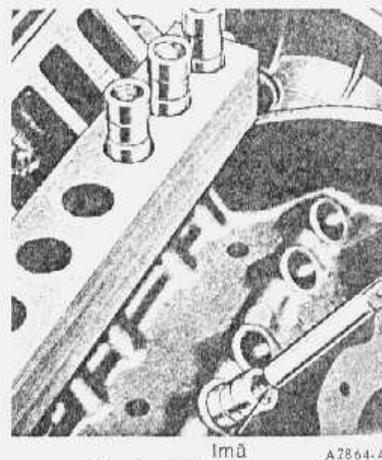

fig. 15 — remoção do tucho
5. Retirar os tuchos com um imã e posicioná-los no porta-tuchos ordenadamente, (fig. 15), de modo que os mesmos possam ser reinstalados em suas posições originais. Se os tuchos estiverem pre-